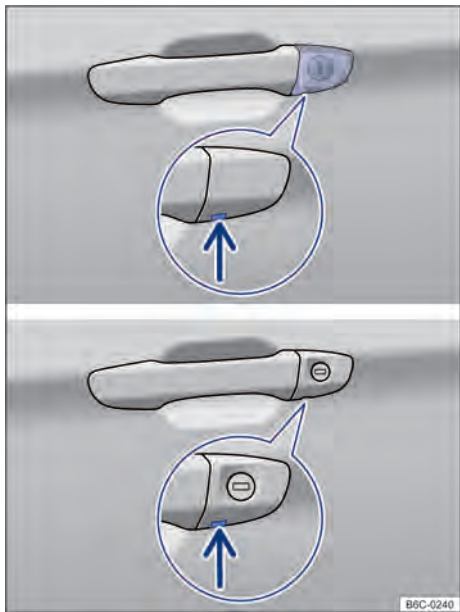

Fig. 54 Manilla de la puerta del conductor: bombín de la cerradura.
- Introducir el paletón de llave por abajo en la apertura de la caperuza → fig. 54 (flecha).